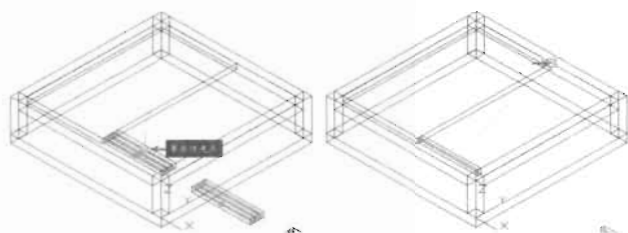

图 12-85
(10) 在顶视图中选中上一步创建的长方体,单击“阵列”按钮 ,不用设置参数,直接在视图中单击如图 12-85 (左) 所示的夹点,然后拖动到如图 12-85 (右) 所示的端点上单击鼠标。